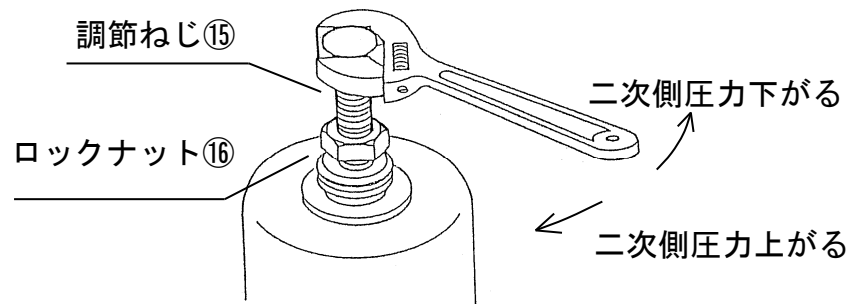

図 10.
・調節ねじを回転させた際、二次側圧力が可変するか(図 10.参照)
- (1) 製品前後の止弁を閉止し、バイパス管にて十分時間をかけ、流体をブローさせてください。この時、安全リリース弁を吹かさないう、バイパス止弁の開度を調整してください。ブロー終了後、バイパス止弁は必ず閉止してください。
- (2) キャップ⑳を外し(上から見て半時計回転で緩めます)、ロックナット⑯を緩めてください。(二面幅は表 9. 参照)
- (3) 一次側止弁をゆっくりと全開にし、二次側止弁は流体が僅かに流れるようにします。
- (4) 二次側の圧力計を見ながら希望圧力になるように調節ねじ⑮をゆっくり回転していきます。右回転で二次側圧力は上昇、左回転で二次側圧力は降下します。(図 10. 参照)
- (5) 圧力調整後、二次側止弁を 2~3 回開閉させ、設定圧力となることを確認します。
- (6) 二次側止弁をゆっくり全開にします。
- (7) 調整完了後、ロックナット⑯、キャップ㉑を締めてください。